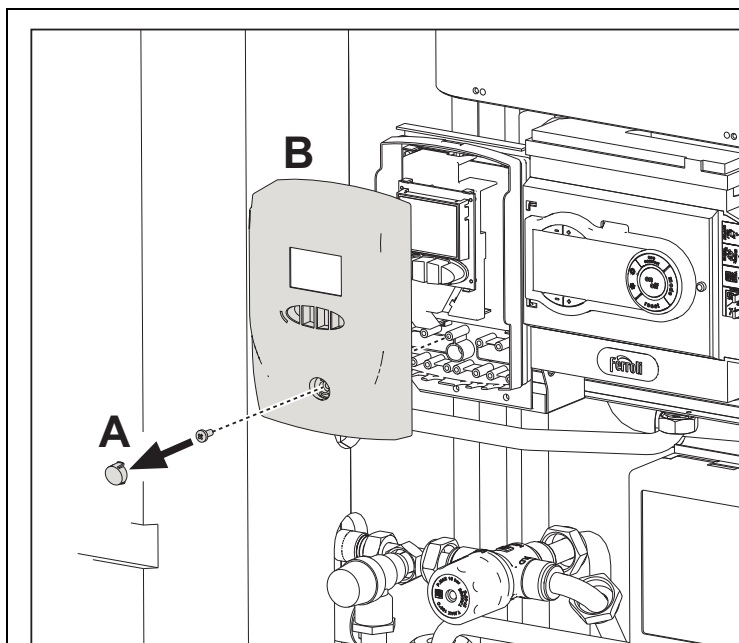

fig. 46
- Togliere il tappo "A" e svitare la vite a croce sottostante (fig. 46).
- Estrarre la mascherina "B" dalla base "C" (fig. 46).